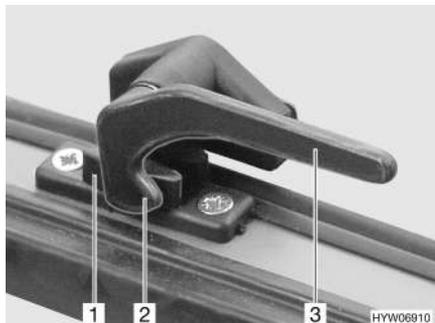

Fig. 14 Palanca de bloqueo en la posición de "cerrado"
- Girar la palanca de bloqueo (Fig. 14,3) un cuarto de vuelta hacia la mitad de la ventana.
- Girar la palanca de bloqueo (Fig. 14,3) un cuarto de vuelta hacia el marco de la ventana. El saliente de bloqueo (Fig. 14,2) se encuentra en la cara interior del bloqueo de la ventana (Fig. 14,1).
- En la posición "cerrada fijamente" (Fig. 14)